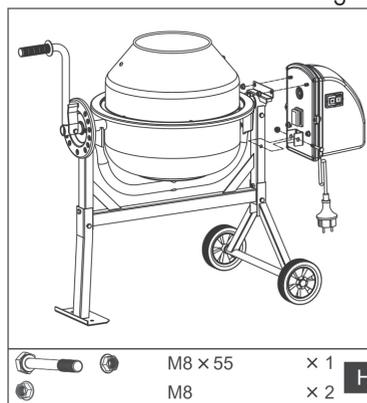

Fig.12
9. Nell'ultima fase di montaggio si monta l'unità. Per fare ciò, allineare i denti e far scorrere l'unità sull'albero. Avvitare l'alloggiamento del motore al telaio. Utilizzare dadi con la marcatura M8 (H), Fig.12.